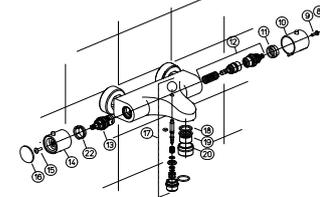

Fig.02
- 01** **DEMONTAGE DE LA CARTOUCHE THERMOSTATIQUE - (Fig.02)**
- 02** **DEMONTAGE DE LA TÊTE - (Fig.02)** - Enlevez la pastille (16), dévissez la vis (15) et extraire la poignée (14). Dévissez la tête (13) et la remplacer si nécessaire. Pour le montage, procédez dans l'ordre inverse.
- 03** **REPLACEMENT DE L'INVERSEUR - (Fig.02)** - Pour remplacer l'inverseur (17), dévissez le raccord fileté avec une clé. Poussez vers le haut et s'assurez de ne pas perdre les composants (joints, ressorts). Nettoyez les joints et les graissez si nécessaire. Pour le montage, procédez dans l'ordre inverse.
- 04** **ENTRETIEN DU MOUSSEUR** - Nettoyez régulièrement le mousseur afin d'éviter l'accumulation d'impuretés et de résidus de calcaire qui pourraient graduellement diminuer le débit. Dévissez le mousseur (20) et nettoyez le filtre (19) des impuretés. Remontez le mousseur (20) en procédant en sens inverse et en vous assurant de positionner le joint (18) correctement.